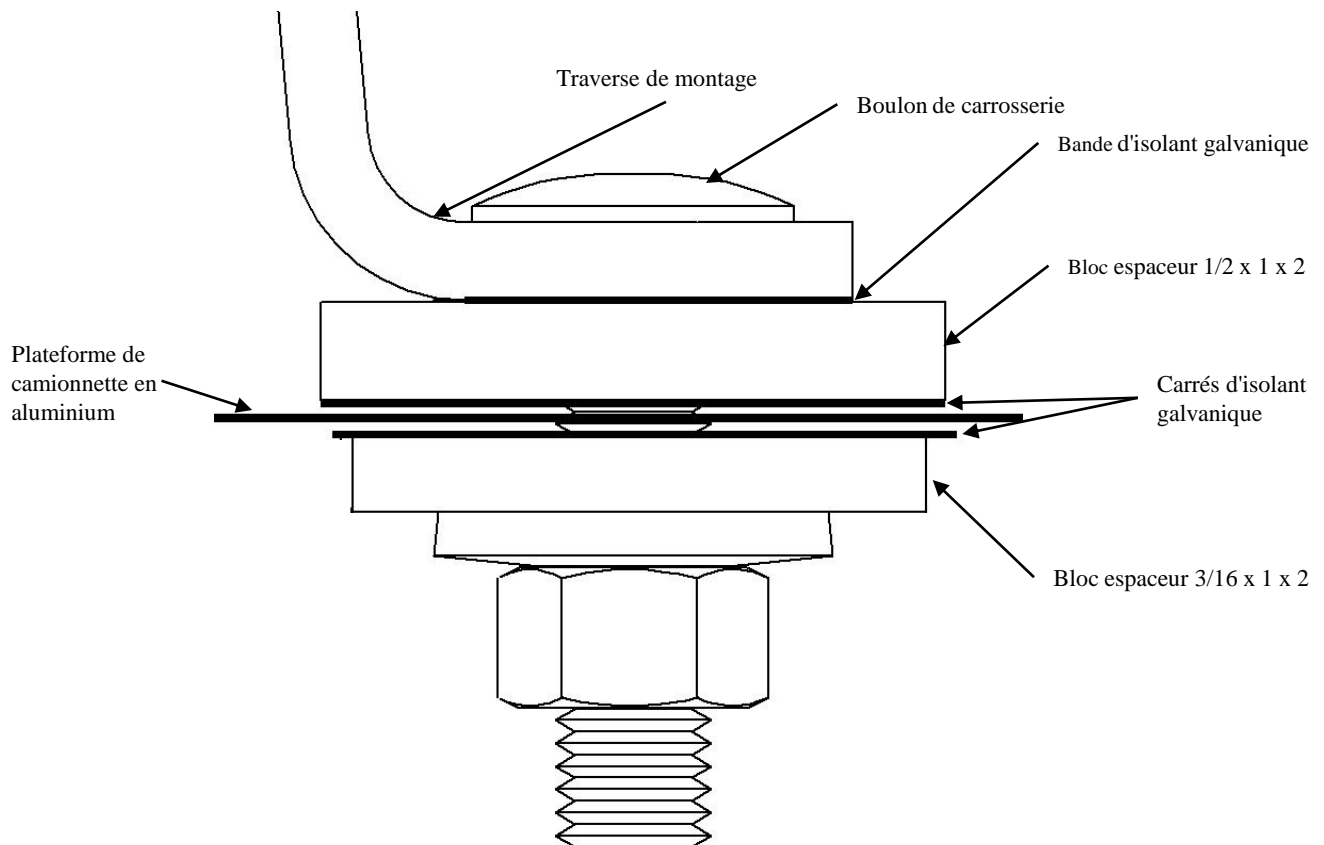

**Figure 3**
2. Placer les bandes d'isolation galvanique (14) sur la surface inférieure de la traverse pour protéger la plateforme en aluminium de la camionnette comme illustré à la Figure 3.
6. Poser lâchement les supports de cadre (18) et (19) à l'aide de la visserie appropriée puis serrer à la main. (Voir Figure 3)
- 1.) Enfiler une rondelle plate 5/8 po (8) sur chaque boulon hexagonal 5/8-11 x 4-1/4 po (6).
- 2.) Placer les supports de cadre (18) et (19) au-dessus des trous de montage du cadre et acheminer le boulon hexagonal 5/8-11 x 4-1/4 po (6) à travers le support de cadre et le cadre du véhicule depuis l'extérieur du cadre vers l'intérieur, comme illustré. (Voir Figure 3).
- 3.) Enfiler une rondelle plate 5/8 (9) puis un écrou 5/8-11 (7) sur un boulon hexagonal 5/8-11 x 4-1/4 (6) et serrer à la main.
7. Vérifier que les trous 1/8 po percés à l'étape 4 s'alignent sur les fentes du support de cadre (18) et (19). Si les trous ne s'alignent pas, ajuster les supports de cadre au besoin. Si les trous ne sont toujours pas alignés, recommencer l'installation à l'étape 4. Lorsque les trous s'alignent sur les traverses et les supports, retirer les traverses et les supports et procéder à l'étape 8.
10. Placer l'espaceur tubulaire (20) à la position du boulon de traverse central de la rangée 3. (Voir la Figure 3)
12. Poser les boulons de fixation de la traverse arrière comme illustré à la figure (3). S'assurer que les pièces d'isolant galvanique (13) sont posées sur les espaceurs en U et les blocs espaceurs comme illustré. (Voir les figures 4 et 5). Poser les rondelles coniques 1/2 po (16) et les écrous hexagonaux (15) dans le bas du support de cadre (18) et (19), voir la figure 3, et serrez suffisamment pour empêcher la traverse de montage de bouger. Les boulons de la rangée 3 de la figure 2 utilisent des boulons hexagonaux 1/2-13 x 2 (1) dans le haut de la traverse, avec pièce d'isolant galvanique (13), bloc espaceur 1/2 x 1 x 2 (3) et écrou à levier (2). Pour le boulon central de la rangée 3, qui passe à travers la section traverse/seuil/profilé de la plateforme, acheminer le boulon de carrosserie 1/2-13 x 4.50 (21) à travers la traverse de montage et l'espaceur tubulaire (20), et le fixer avec un espaceur 0.250 x 1.5 x 3 (5), une rondelle conique 1/2 (16) et un écrou 1/2-13 (15). Pour le boulon de traverse central de la rangée 4 des boulons de fixation de la traverse de montage, acheminer un boulon de carrosserie 1/2-13 x 2.00 (17) à travers la traverse de montage et la plateforme, puis fixer à l'aide d'un espaceur 0.250 x 1.5 x 3.00 (5), une rondelle conique 1/2 po (16) et un écrou 1/2-13 (15).
14. Marquer la position des trous à l'aide d'un pointeau sur la traverse de montage avant, comme illustré à la Figure 3. Déplacer la traverse de montage avant et les supports de cadre à l'écart et percer à l'aide d'un foret 1/8 po.